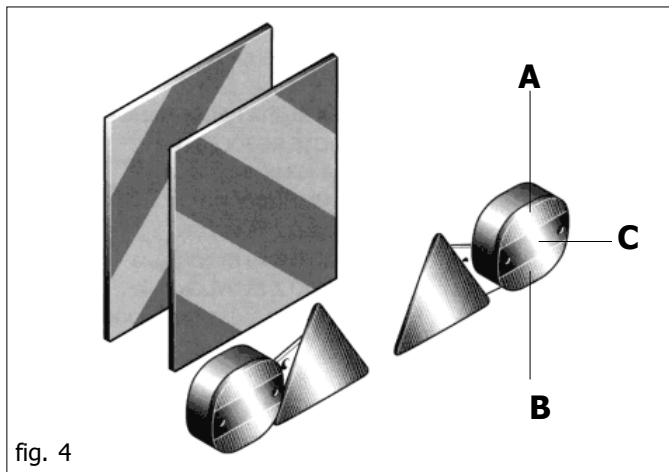

fig. 4
- 35) Lorsque les encombrements constitués par des équipements conduits ou semiconduits cachent la visibilité des dispositifs de signalisation et d'éclairage du tracteur, ceux-ci doivent être reproduits de façon adéquate sur les équipements, en respectant les normes du code de la route du pays en question. S'assurer que l'installation des phares fonctionne parfaitement lors de l'utilisation. On rappelle en outre que la séquence de signalisation correcte des feux doit être (Fig. 4):